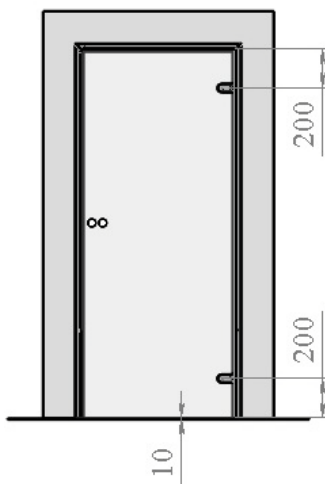

Рис.6
3.1 Установить на коробку петли (согласно чертежу установки фурнитуры, с учётом зазоров), навесить дверное полотно и отрегулировать его относительно дверной коробки (Рис.6).